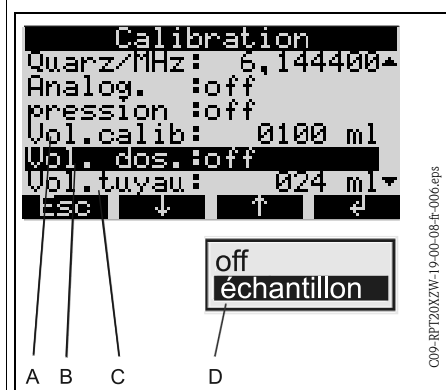

Fig. 19: Menu CALIBRATION
4. Appeler le menu CALIBRATION sur le pupitre de commande ( => Fig. 19; par SET - SERVICE - CALIBRATION).
5. Entrer le volume d'étalonnage souhaité dans le champ VOL.CALIB. ( => Fig. 19, Pos. A).
6. Sélectionner "VOL. DOS." ( => Fig. 19, Pos. B).
7. Lancer un prélèvement d'échantillon en sélectionnant la fonction ECHANT. dans la liste de sélection ( => Fig. 19, Pos. D). Patienter jusqu'à la fin du cycle de prélèvement.